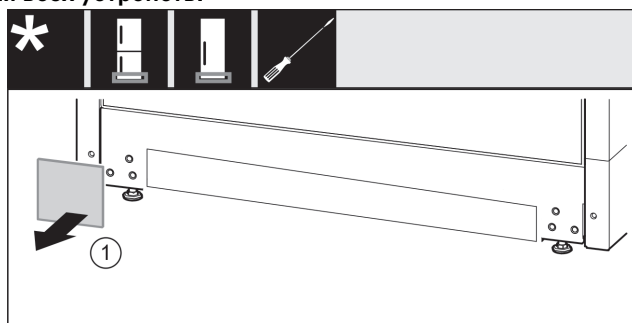

Fig. 13
- ▶ Снимите крышку Fig. 13 (1).